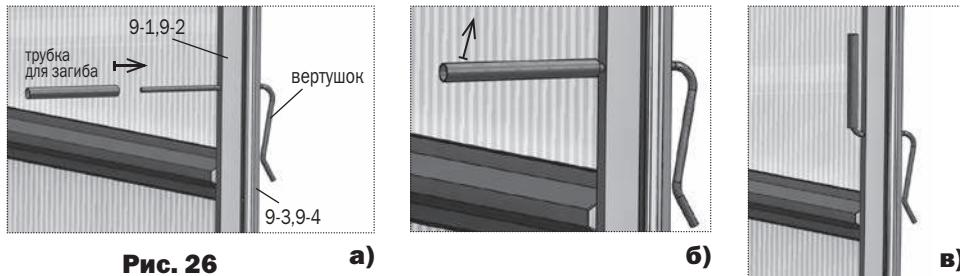

Рис. 26
8. Проволочный вертужок для запирания дверей и форточек вставляется в отверстия стоек дверного проема прямым концом с наружной стороны до упора. С помощью трубы выполняется загиб внутреннего прямолинейного конца рукой вверх (**рис. 26**). Такая конструкция вертужка позволяет упруго прижимать двери и форточки торцов в закрытом состоянии, находясь как снаружи так и внутри теплицы.